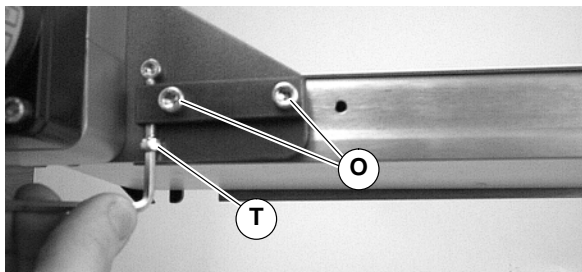
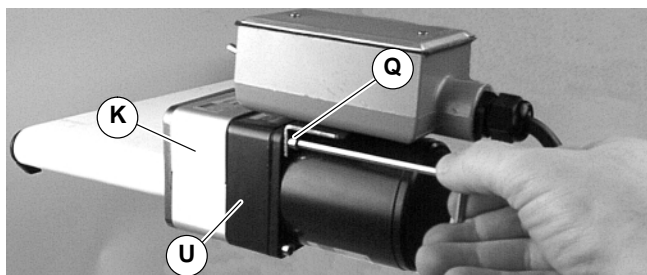

Abbildung 10
Abbildung 11
1. Zwei (2) Schrauben lösen (O siehe Abbildung 10). Zahnriemen-Spannschraube (T) auf 1,7 Nm festziehen.
1. Zwei (2) Schrauben lösen (O siehe Abbildung 10).
2. Zahnriemen-Spannschraube (T) lösen.
3. Vier (4) Schrauben (Q auf Abbildung 11) entfernen. Getriebemotor (U) und obere Abdeckung (K) entfernen.
7. Obere Abdeckung (K siehe Abbildung 11) in untere Abdeckung einsetzen. Bausatz mit zwei (2) oberen Schrauben (Q) montieren. Mit 5 Nm festziehen.
8. Zahnriemen-Spannschraube (T siehe Abbildung 10) mit 1,7 Nm festziehen.
9. Die Schrauben (O) mit 9 Nm festziehen.